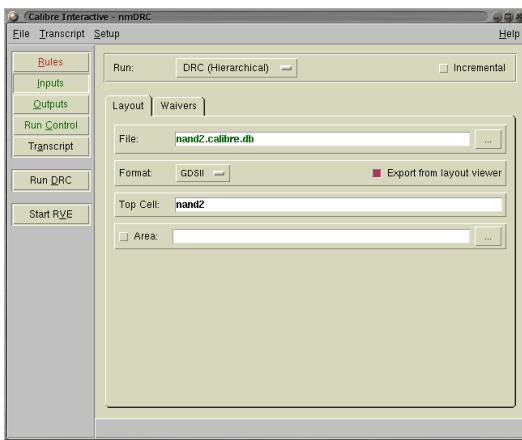

図 20: Calibre Interactive nmDRC 起動画面
- 図 20 に示すウインドウが立ち上がるるので、左の Rules ボタンをクリックし、DRC Rules File に DRC ルールファイルとして /usr1/iizuka/cadence/ROHM018/rules/verification/drc.rul が指定されていることを確認する。(ここに中間ファイルがたくさん出力される。)
10. レイアウトエディタでエラー箇所を修正したら、再度図 20 のウィンドウで Run DRC ボタンをクリックすると、DRC が再実行される。